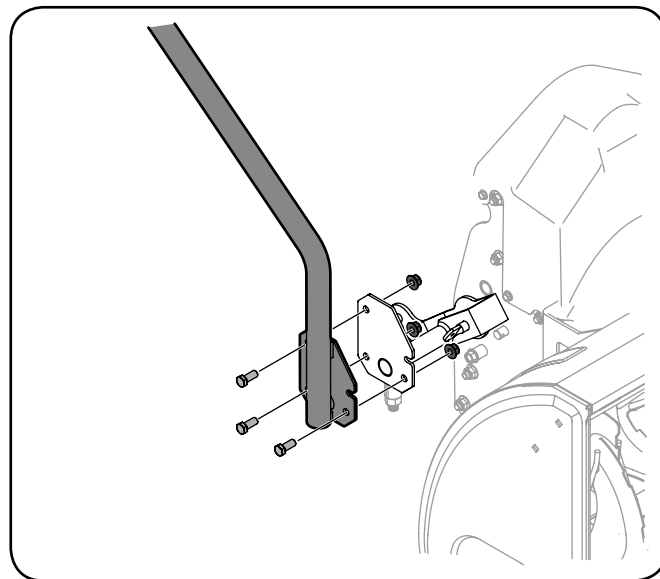

Рисунок 3-20
- С помощью двух ключей на 9/16» (14 мм) притяните подъемную рукоятку к корпусу шнека тремя винтами с шестигранными головками и фланцевыми гайками (см. рис. 3-20).